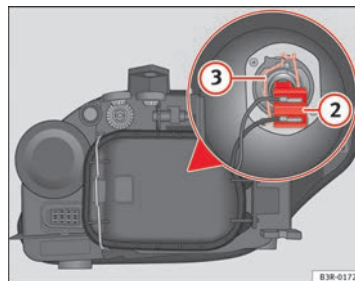

Fig. 212 Luz de cruce
- Extraiga el conector ⇒ fig. 212 ② de la lámpara tirando de él.
- Desenganche el resorte retentor ⇒ fig. 212 ③ presionándolo hacia dentro y a la derecha.